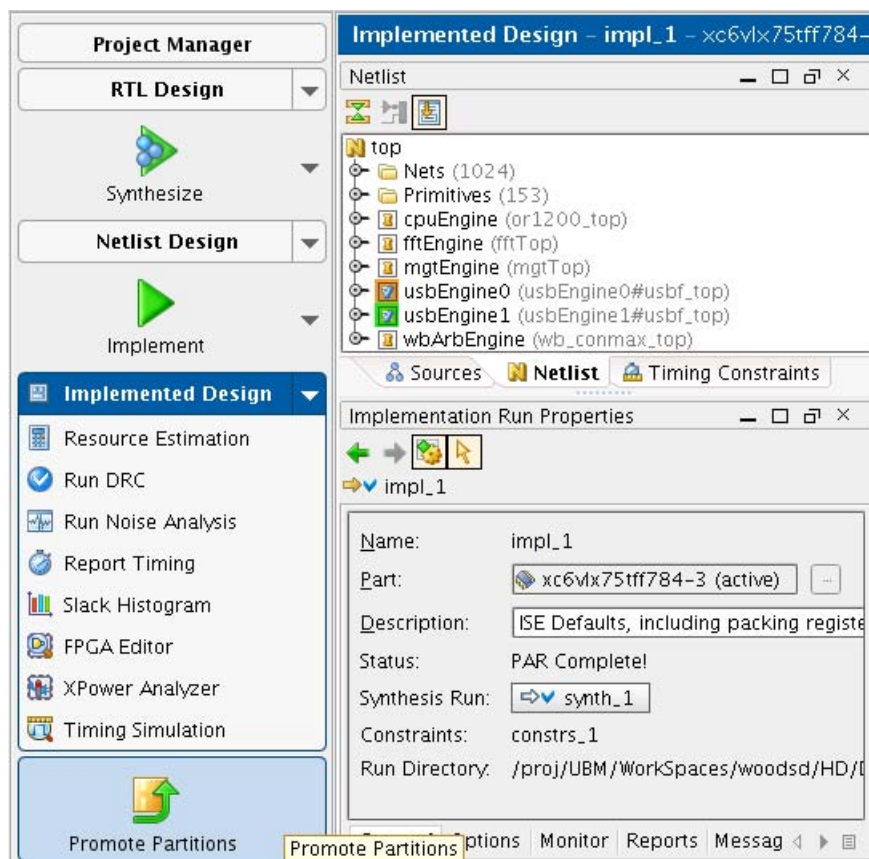

図 1-11 : プロモート パーティション
4. Flow Navigator で [Promote Partitions] をクリックし、合成およびインプリメンテーション結果をプロモートします (図 1-11)。